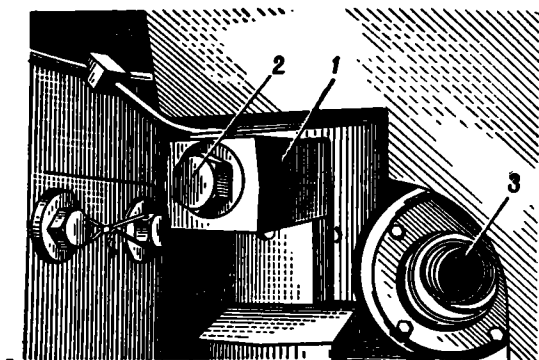

Рис. 52. Клин цапфы:
28. Расшплинтовать и вывернуть болты 2 (рис. 52) и вынуть клинья 1.
2. Вложить клинья 1 (рис. 52) в вырезы башни, вернуть и зашплинтовать болты 2.